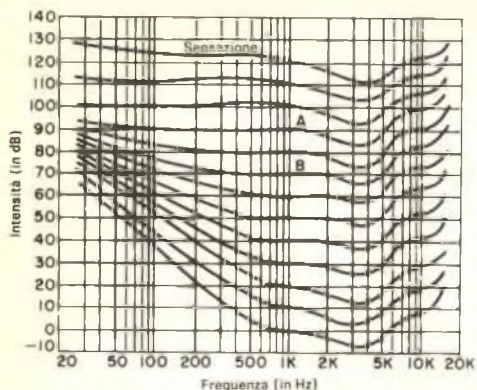

Fig. 1 - Le curve di uguale altezza sonora Fletcher Munson si riferiscono all'udito umano.
3) LE CURVE FLETCHER-MUNSON (ved. fig. 1) MOSTRANO CHE L'ORECCHIO È MENO SENSIBILE AI BASSI CHE NON ALLE MEDIE FREQUENZE AUDIO. PER COMPENSARE QUESTA CARATTERISTICA, QUINDI, GLI ALTOPARLANTI DEVONO ESALTARE I BASSI.
(Falso) - Se ascoltiamo il suono riprodotto con lo stesso livello sonoro dell'originale, allora il responso in frequenza deve essere piatto. Ma, come si vede nella fig. 1, un livello sonoro più basso altera il bilanciamento tonale. Supponiamo che il suono originale sia al livello A dove l'orecchio richiede a 50 Hz una potenza di 2 dB in più che non a 1000 Hz per avere una determinata sensazione di altezza sonora. Se il livello del suono riprodotto è B, per una stessa altezza sonora i 50 Hz richiedono una potenza di 12 dB in più che non i 1000 Hz. C'è quindi una deficienza di 10 dB e la riproduzione appare povera di bassi. Per riavere il bilanciamento totale, i 50 Hz devono essere esaltati di 10 dB come avviene nei controlli di volume compensati. Poiché l'entità di esaltazione necessaria dipende dal volume, il sistema di compensazione dell'altezza non deve essere incorporato nell'altoparlante dove avrebbe una caratteristica fissa. Inoltre, gli altoparlanti non devono essere compensati per ovviare a difetti dell'udito umano.